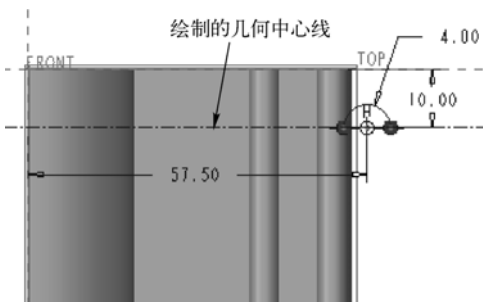

图 5-81 绘制旋转剖面及几何中心线
① 在功能区的“模型”选项卡的“形状”面板中单击“旋转”按钮,打开“旋转”选项卡。
② “旋转”选项卡中的“实体”按钮处于被选中的状态,单击“去除材料”按钮。
③ 打开“放置”面板,单击“定义”按钮,弹出“草绘”对话框。选择“TOP (基准平面)”为草绘平面,以“RIGHT (基准平面)”为“右”方向参考,单击“草绘”按钮,进入草绘模式。
④ 在功能区的“草绘”选项卡的“设置”面板中单击“草绘视图”按钮,以定向草绘平面使其与屏幕平行。
⑤ 绘制如图 5-81 所示的旋转剖面 and 一条作为旋转轴的几何中心线,接着单击“确定”按钮。